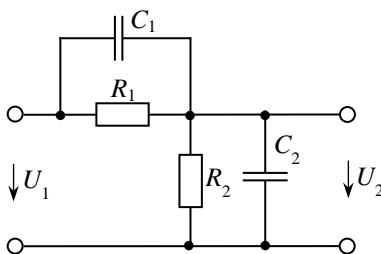

Рис. 1
2.2. Докажите, что при $R_1C_1 = R_2C_2$ коэффициент передачи по напряжению $K_U(j\omega) = \dot{U}_2/\dot{U}_1$ цепи, изображенной на рис. 1, не зависит от частоты.